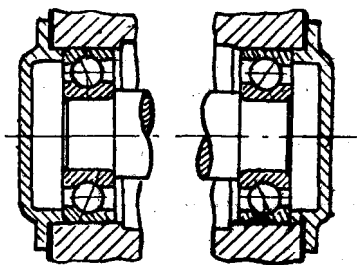
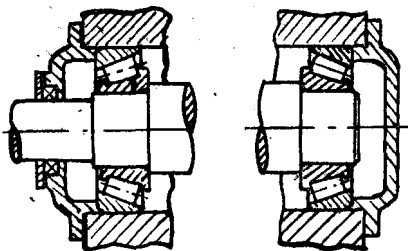

图 11
图 12
4. 单列向心推力球轴承和单列圓錐滾子轴承应成对安装使用 (见图11、图12)。